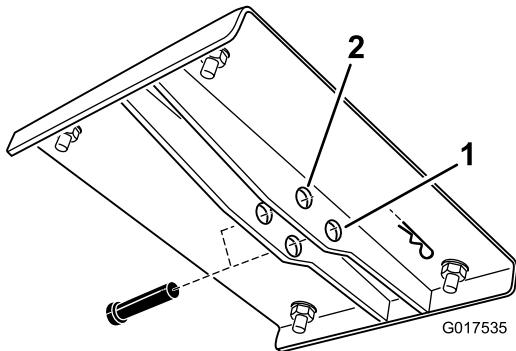

Figura 6
7. Localize os dois conjuntos de furos no suporte de elevação superior (Figura 6). Selecione o conjunto de furos no suporte de veículos a gasolina e gasóleo.